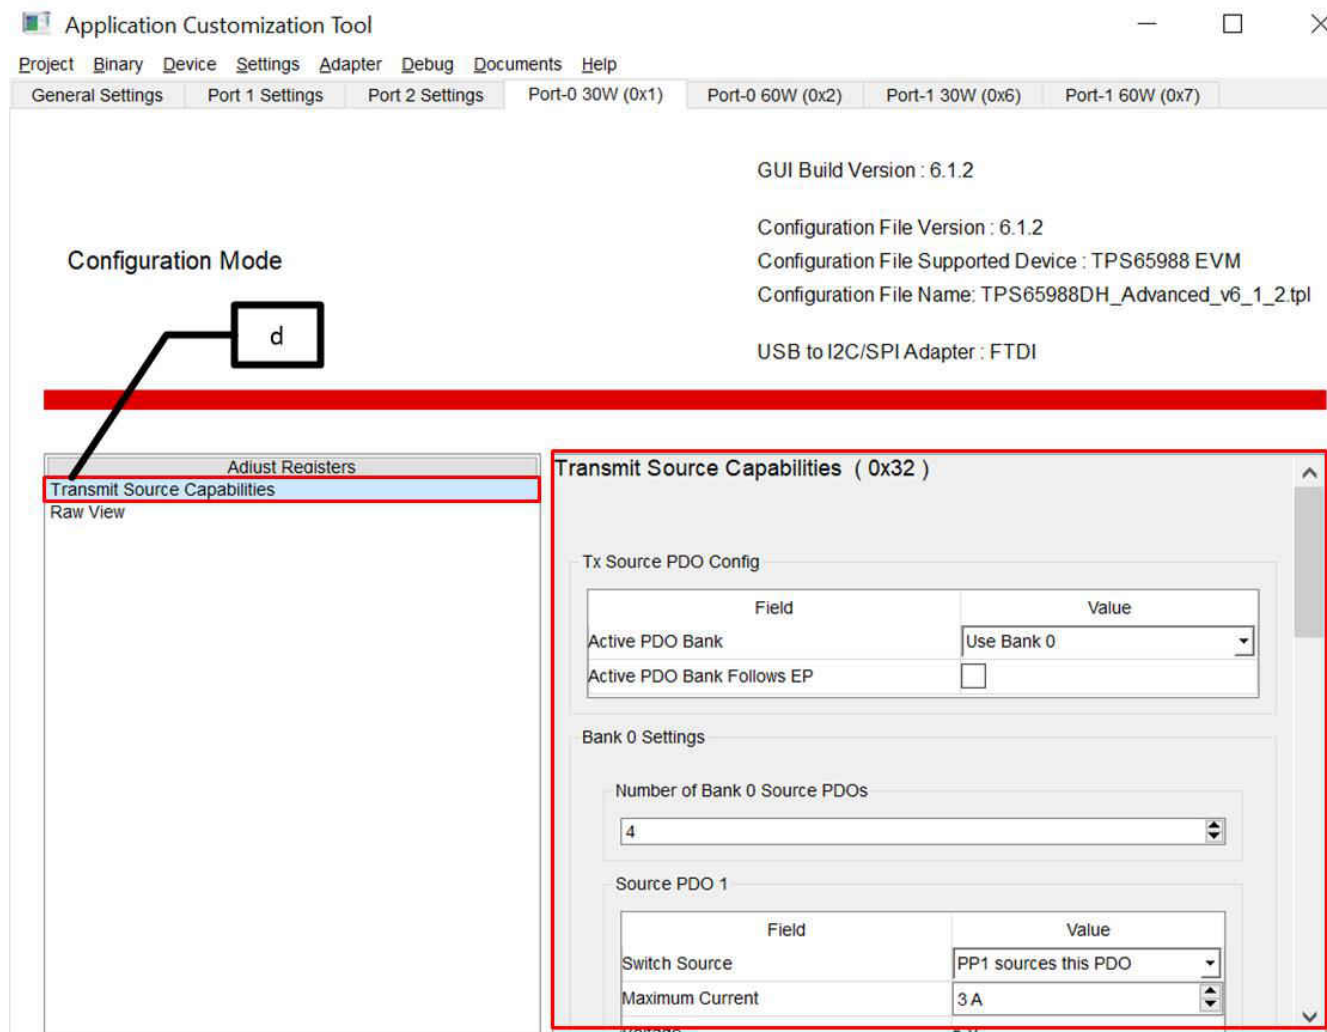

图 2-11. 配置 Transmit Source Capabilities (传输拉电流能力)
- 点击 **Transmit Source Capabilities**（传输拉电流能力），并输入 30W PDO，如图 2-11 中所示。